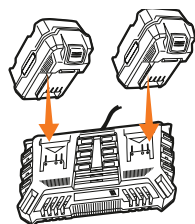

Рис. 3
- Включите в сеть зарядное устройство, при этом на нем загорится индикатор зеленым светом, вставьте аккумуляторы в зарядное устройство (Рис. 3).